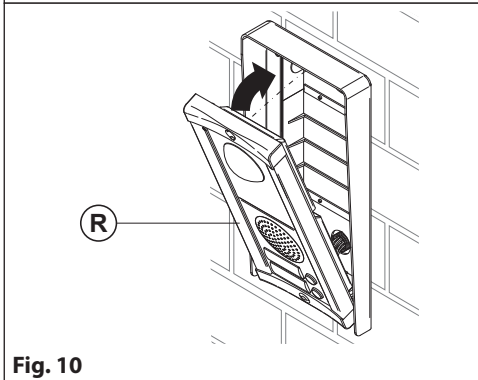
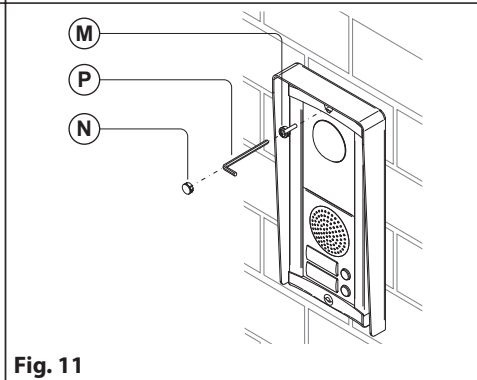

Fig. 10
Fig. 11
11. Ruotare il supporto **(R)** (**Fig. 10**) verso l'alto e fissarlo alla scatola da incasso tramite la vite **(M)** (**Fig. 11**) usando una chiave a brugola **(P)** (**Fig. 11**);
12. Coprire la vite di chiusura tramite il tappo in plastica **(N)** (**Fig. 11**) in dotazione.
11. Tourner le support **(R)** (Fig. 10) vers le haut et le fixer au boîtier encastrable avec la vis **(M)** (Fig. 11) en utilisant une clé six-pans mâle **(P)** (Fig. 11) ;
12. Couvrir la vis de fermeture avec le bouchon en plastique **(N)** (Fig. 11) fourni.